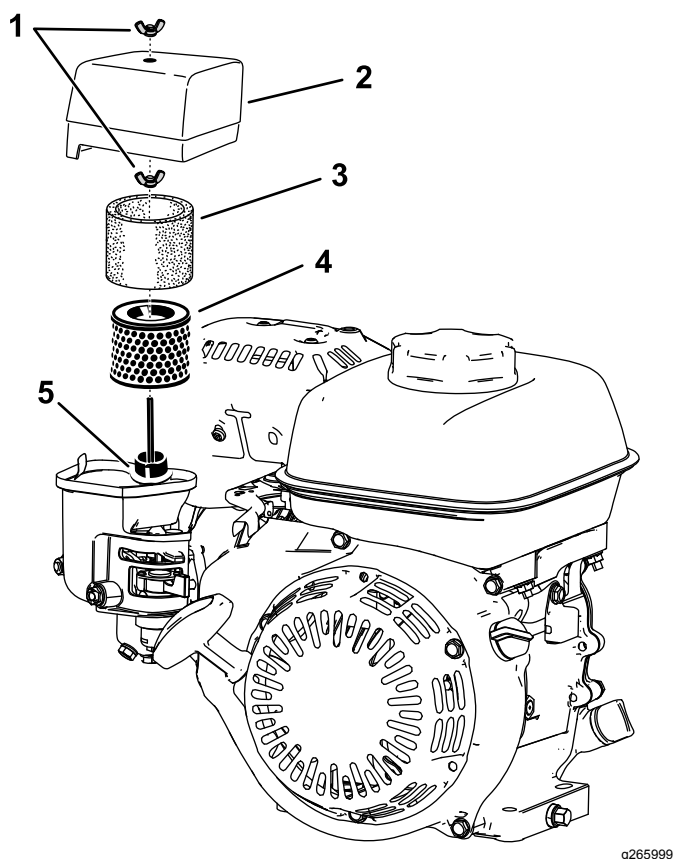

Рисунок 29
2. Отверните барашковую гайку, которая крепит крышку воздухоочистителя (Рисунок 29).